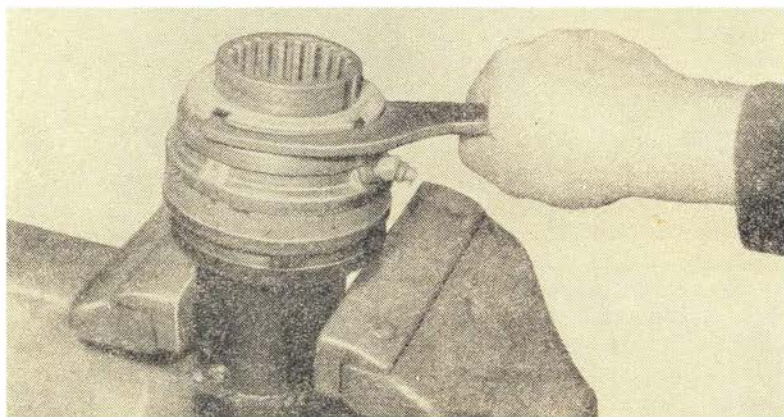

Рис. 62. Отвертывание гайки крепления подшипника промежуточной опоры
- отвернуть гайку (рис. 62) и снять отражательную шайбу сальника;